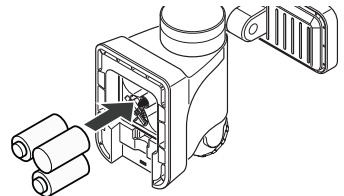

Figura 6
5. Instale tres pilas “C” de 1,5V (no incluidas) en el compartimiento de pilas (vea la Figura 6). Asegúrese que la polaridad de las pilas sea correcta. Vuelva a colocar la tapa del compartimiento de pilas.